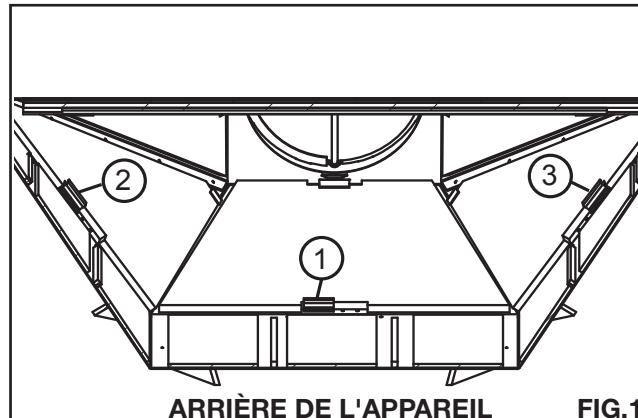

FIG.1
- A.** Retirez les vis des supports et enlevez le panneau arrière (1) de la chambre de combustion en le faisant glisser. Répétez pour les deux panneaux latéraux (2, 3). **(FIG.1)**